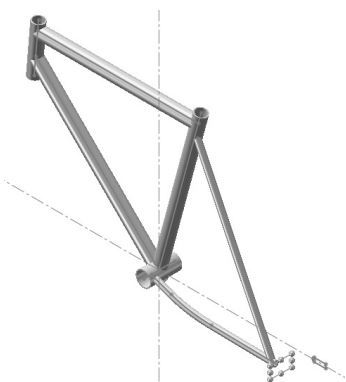

图 9-77 创建基准面 1
STEP 4 单击“基准面”按钮，创建一距离支架前端面 20mm 的基准面，如图 9-77 所示；再次单击“基准面”按钮，创建一距离前一个基准面 40mm 的基准面，如图 9-78 所示。